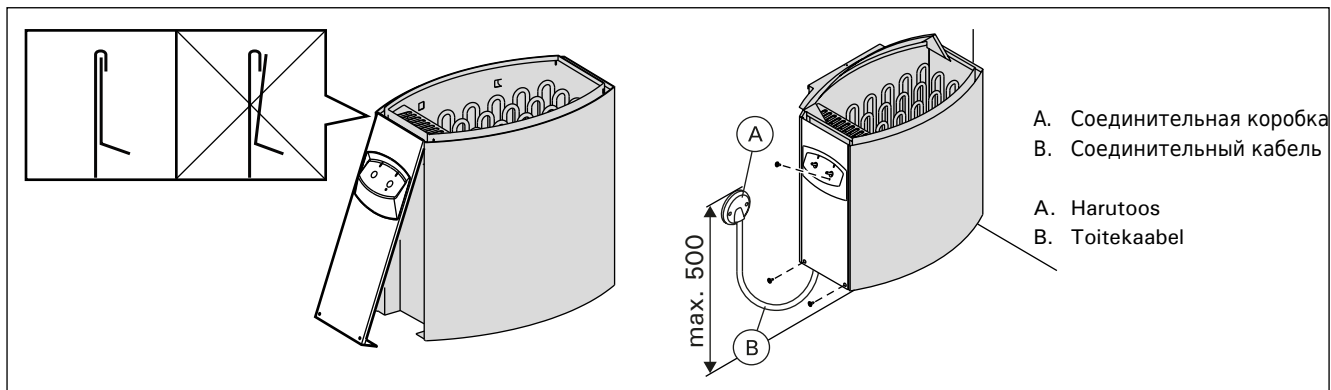

Рисунок 8. Установка крышки распределительной коробки (все размеры приведены в миллиметрах)
- Каменка гибким проводом подсоединяется к соединительной коробке (рис. 8: A) на стене сауны. Соединительная коробка должна быть брызгозащищенной и находиться на расстоянии не выше 500 мм от пола.
- В качестве кабеля (рис. 8: B) следует использовать резиновый кабель типа H07RN-F или подобный. **ВНИМАНИЕ! Использование кабеля с ПВХ-изоляцией запрещено вследствие его разрушения под воздействием тепла.**
- **При установке крышки распределительной коробки каменки убедитесь, что верхний край крышки расположен правильно.** При его неправильном расположении возможно попадание воды в распределительную коробку каменки. Рис. 8.
- Peale vooluvarustuse ühendusklemmide on BC-kerised varustatud ühendusega (P), mis võimaldab kütmist juhtida (joonis 10). Sisselülitamisel antakse toitepinge juhtimine keriselt edasi. Kütmise juhtimise kaabel on toodud otse kerise ühenduskarpi ning sealte kerise terminaalliblokki piki sama jämedusega kummiisolatsiooniga kaablit, mis ühenduskaabelgi.